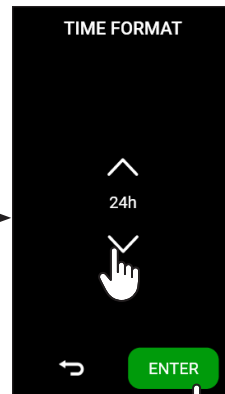

fig.5
Pour une installation à l'intérieur d'une armoire, laissez un espace de ventilation d'au moins 5 cm entre le bas de l'étagère et le haut de l'appareil (fig.5).
- Réglez le format de l'heure et appuyez sur ENTER (fig. 5) ;